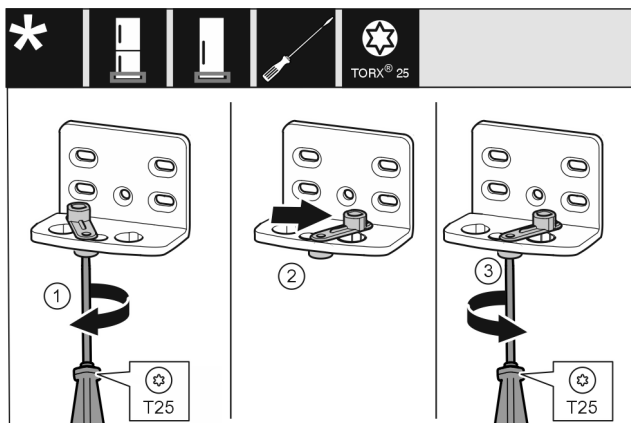

Fig. 17 *
- ▶ Desfaceți șurubul Fig. 17 (1) cu șurubelnița.*
- ▶ Ridicați dispozitivul auxiliar de închidere a ușii Fig. 17 (2) și rotiți-l cu 90° spre dreapta în orificiu.*
- ▶ Înșurubați ferm șurubul Fig. 17 (3) cu șurubelnița.*